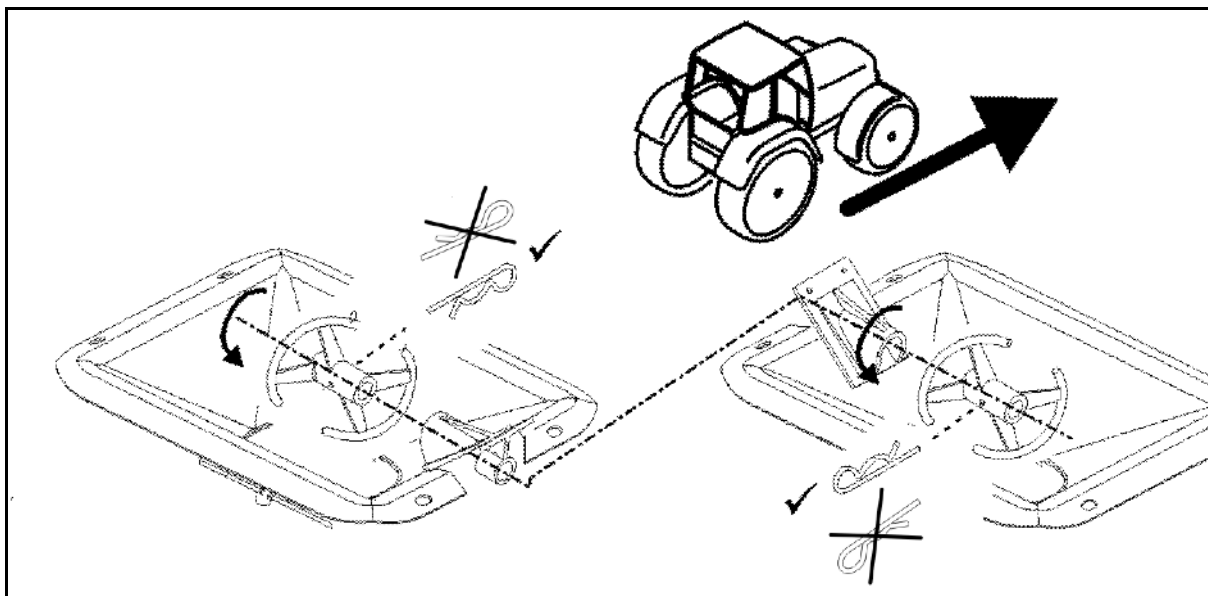

Bild 49
- 6 Skruvarna till vägningscellen (Bild 49/1)